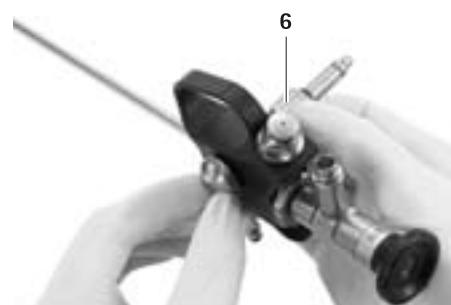

Abb. 6
- Hutmutter aufschrauben, bis Adapter für Halteam 6 fixiert ist, siehe Abb. 6.